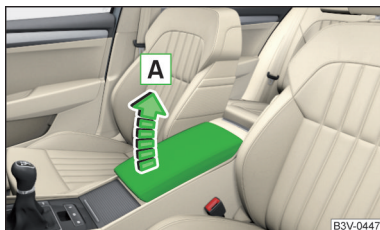

Fig. 92
- Para el **ajuste de altura**, elevar el apoyabrazos en el sentido de la flecha **A** en una de las posiciones de retención » fig. 92.